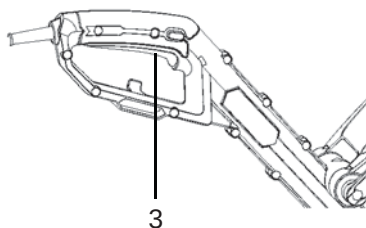

Fig. 10
- > Faites une boucle au câble et accrochez-la au détenteur de câble situé sur la poignée (Fig. 10,11).